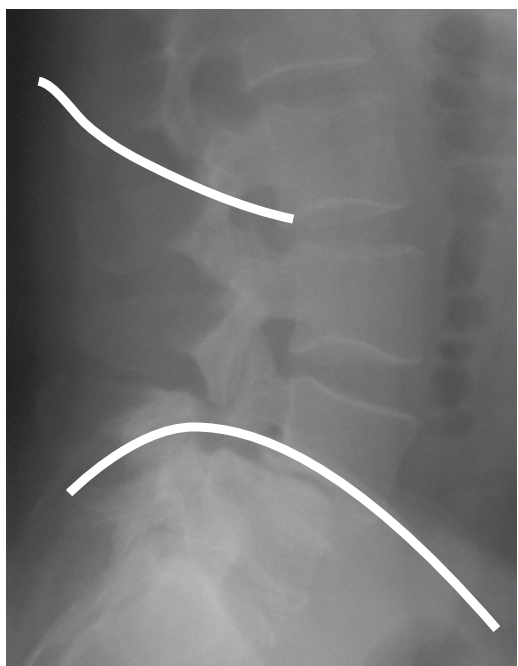

Figura 2
- A posição do psoas, da vasculatura anterior, das estruturas nervosas posteriores e dos rins por meio de RM axial (**Figura 2**)
- O ângulo oblíquo de entrada para o espaço discal (**Figura 2**)